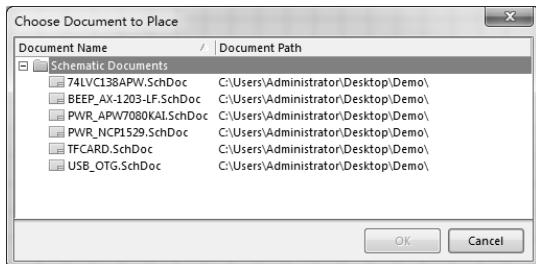

图 5-88 选择子图放置方块图
(3) 双击打开母图空白页，执行菜单命令“设计—Create Sheet Symbol From Sheet”，进入原理图关联对话框，如图 5-88 所示，罗列出了所有的子图。